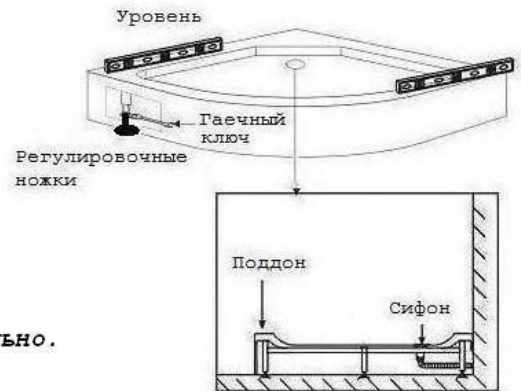

Рис.2
2. Установка и выравнивание поддона (рис.2) .